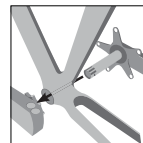

fig. 3
4. Inserire a fondo il perno attraverso il gioco di mezzo (fig. 3).
5. Inserire a fondo il lato sinistro del perno (indicato con la lettera "L" sulla brocciatura) nella pedivella MEP sinistra (fig. 3).